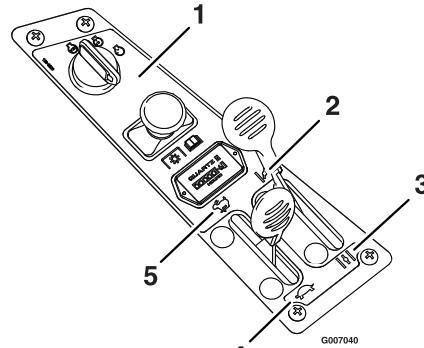

Figura 10
3. Mueva la palanca del acelerador a la posición intermedia y la palanca de estárter hacia adelante antes de arrancar un motor frío (Figura 10).